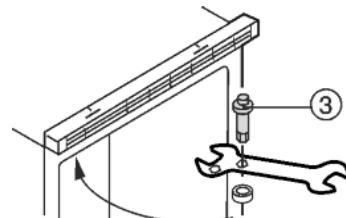

Fig. 3
- ▶ Dévisser l'axe de charnière supérieur Fig. 3 (3) et le revisser de l'autre côté avec un couple de serrage de 4 Nm.
- ▶ Accrocher la porte sur l'axe de charnière Fig. 3 (3) du dessus et la fermer.